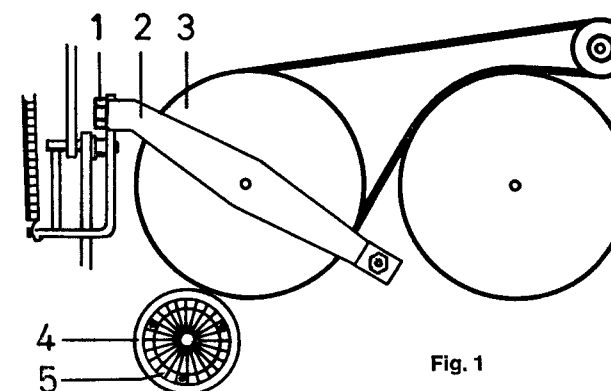

Fig. 1
2. Auswechseln des Antriebsriemens (siehe Fig. 1)
2. Exchange of drive belt (see fig. 1)